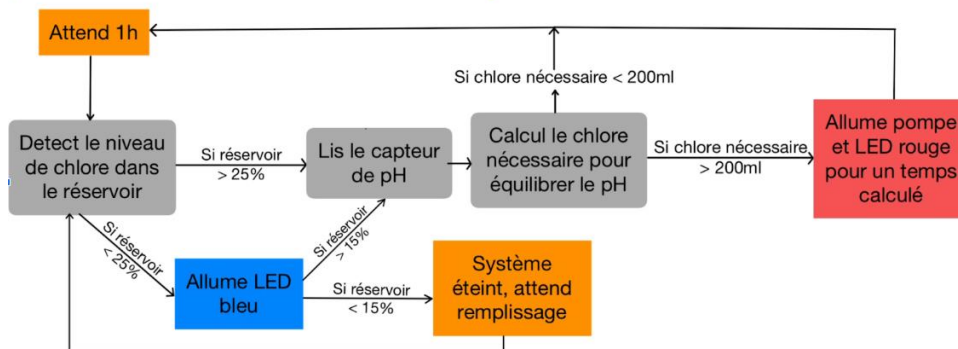

Figure 1.2 : Architecture expliquant le mode de fonctionnement du distributeur
- Figure 1.2: Architecture expliquant le mode de fonctionnement du distributeur.
La figure 1.2 ci-dessous montre une architecture expliquant le mode de fonctionnement du distributeur.